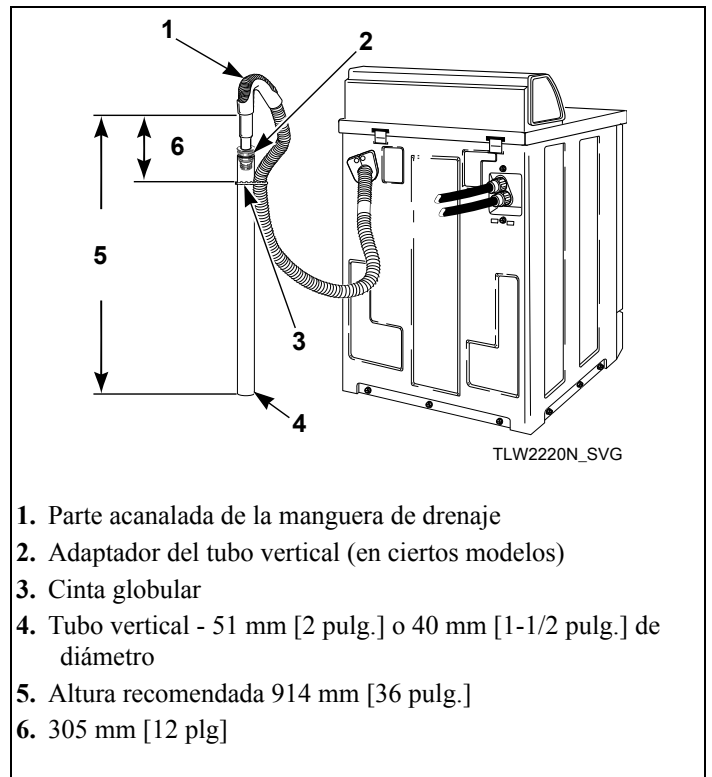

Figura 5
4. Quite la cinta globular de la bolsa de accesorios y colóquela alrededor del tubo vertical y la manguera de drenaje, aproximadamente 300 mm [12 pulgadas] hacia abajo desde la parte superior del tubo. Consulte la *Figura 5*.